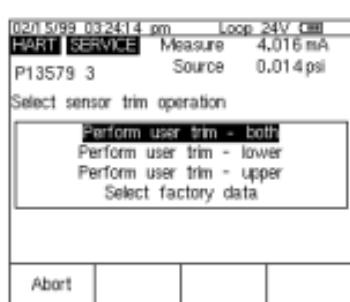

图 8
5. 如果 AS Found 测试失败 (即在误差一览表中有加亮误差显示), 则需要进行调节。按 Adjust 软键。选择 Sensor Trim, 并按 。 (不要选择 Pressure Zero Trim。它和在零点调节传感器低点是一样的, 这对于不提供传感器调节的压力变送器是有用的)。744 的屏幕看起来应像图 8 所示。